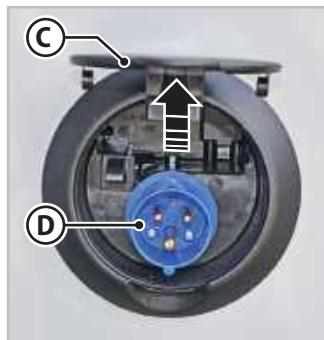

Fig.6.29 - Prise d'alimentation
2. Soulever le couvercle (**C** - Fig.6.29) de la prise (**D** - Fig.6.29) situé sur le côté du véhicule.
3. Connecter un câble externe de section appropriée et de type homologué à la prise (**D** - Fig.6.29).